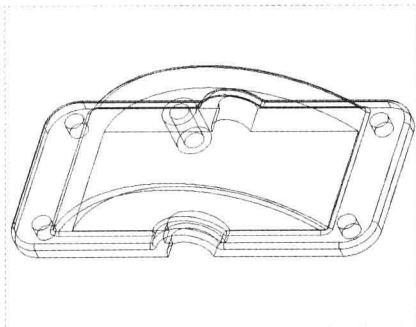

图 11-84 图形文件
Step 01 按【Ctrl+O】组合键,打开图形文件,如图 11-84 所示。